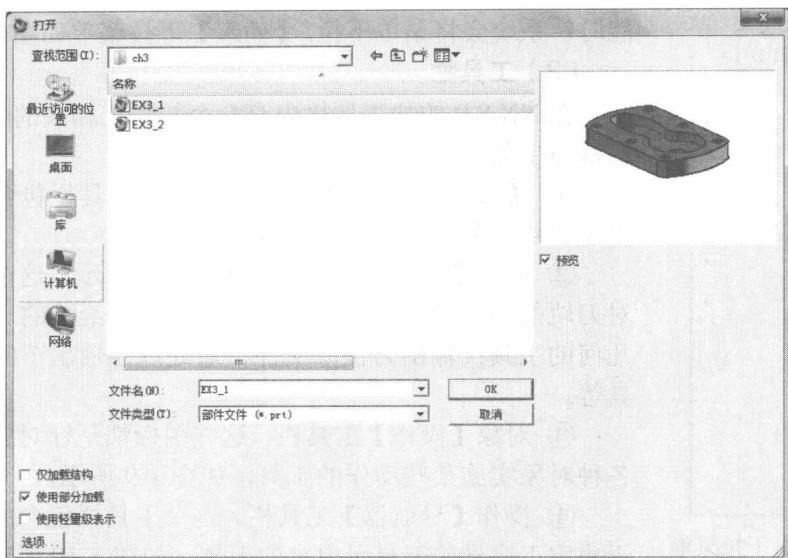

图 1-4 “打开”对话框
① 单击“打开”按钮 ，系统自动弹出如图 1-4 所示的“打开”对话框。
② 在“打开”对话框中选择需要打开的 UG CAD 模型文件或其他类型的文件，系统默认为 NX CAD 模型文件，如果是其他 CAD/CAM 软件创建的 CAD 模型文件，可以在“文件类型 (T)”处选择合适的文件类型。单击“打开”对话框中的“OK”按钮。
② 在“打开”对话框中选择需要打开的 UG CAM 模型文件。单击“打开”对话框中的“OK”按钮，系统即可直接进入 CAM 模块。